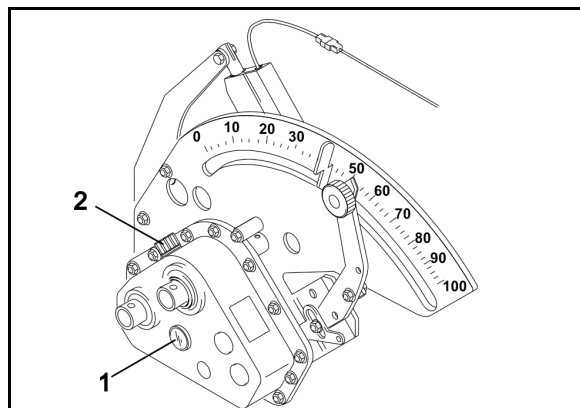

Рис. 34
2. Уровень масла должен быть виден в смотровом глазке (Рис. 34/1).
6. Заполните бесступенчатый редуктор через заправочный патрубок (Рис. 34/2) до смотрового глазка (Рис. 34/1) редукторным маслом.
7. Заправочный патрубок для масла после заполнения закройте колпачком (Рис. 34/2).